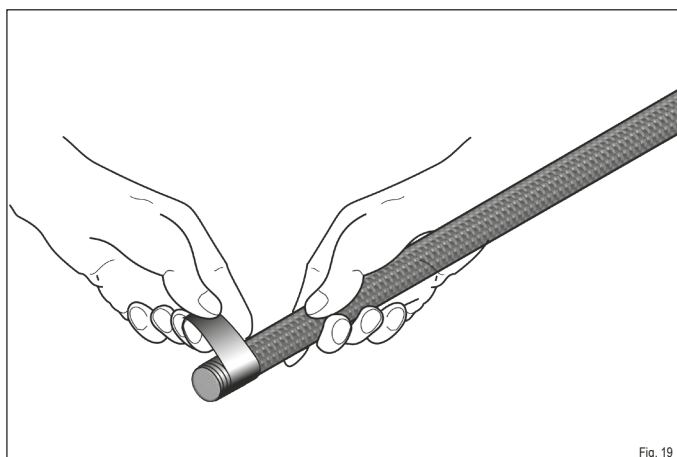

Fig. 19
- **Enveloppez le nouveau joint avec le ruban de cuivre d'un côté sur une longueur d'environ 3 cm (Fig. 19).**